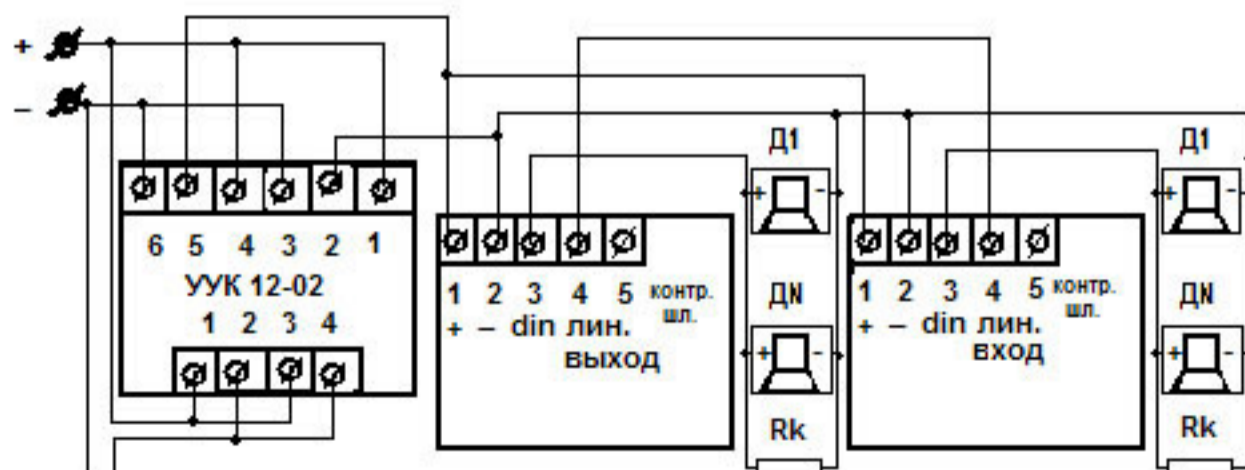

Рис. 2. Схема подключения ОПР и УПРО к прибору ПС(автоматический режим). Для ручного оповещения ставится выключатель к клеммам 6 и 2- УУК 12-02
3. Подключите провода к клемнику как показано на рис. 1, рис. 2,